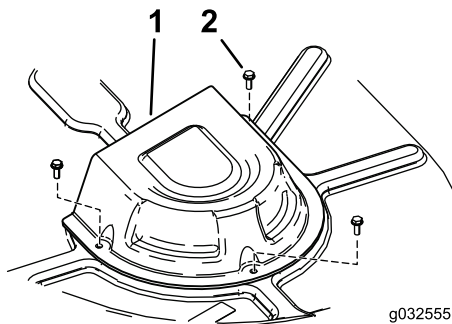

Figura 57
4. Togliete i coperchi delle pulegge (Figura 57).